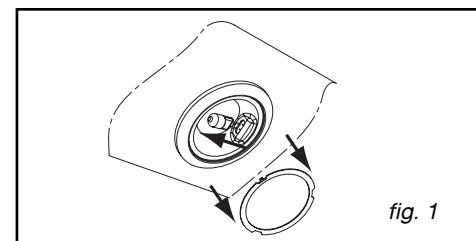

fig. 1
- Retire o viga de iluminação (fig.1).